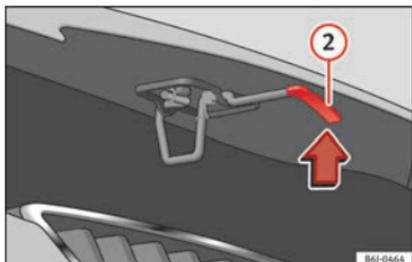

Fig. 9
- Sollevare il cofano: tirare verso l'alto la levetta sporgente da sotto il cofano del vano motore »» **fig. 9** ②. Il cofano viene disimpegnato dal gancio che lo trattiene.